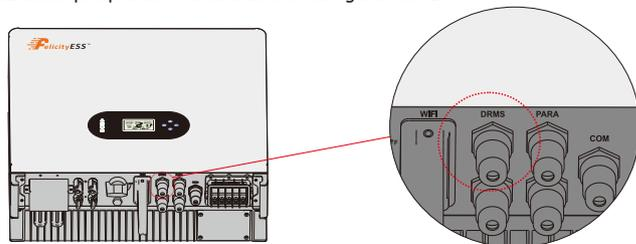

Figure 4.5-1 Interface DRMS
**Étape 1.** Dévissez cette plaque de l'onduleur. Voir la figure 4.5-1.